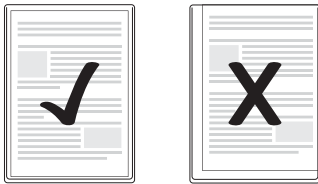

Fig. 1
- ▶ Tenga en cuenta, que todos los bordes del documento deben tener una distancia hasta el borde de la lámina de plástico de al menos dos milímetros, tal como se representa en la fig. 1.
- ▶ Tenga en cuenta, que todos los bordes del documento deben tener una distancia hasta el borde de la lámina de plástico de al menos dos milímetros, tal como se representa en la fig. 1 (véase Pág. 8).